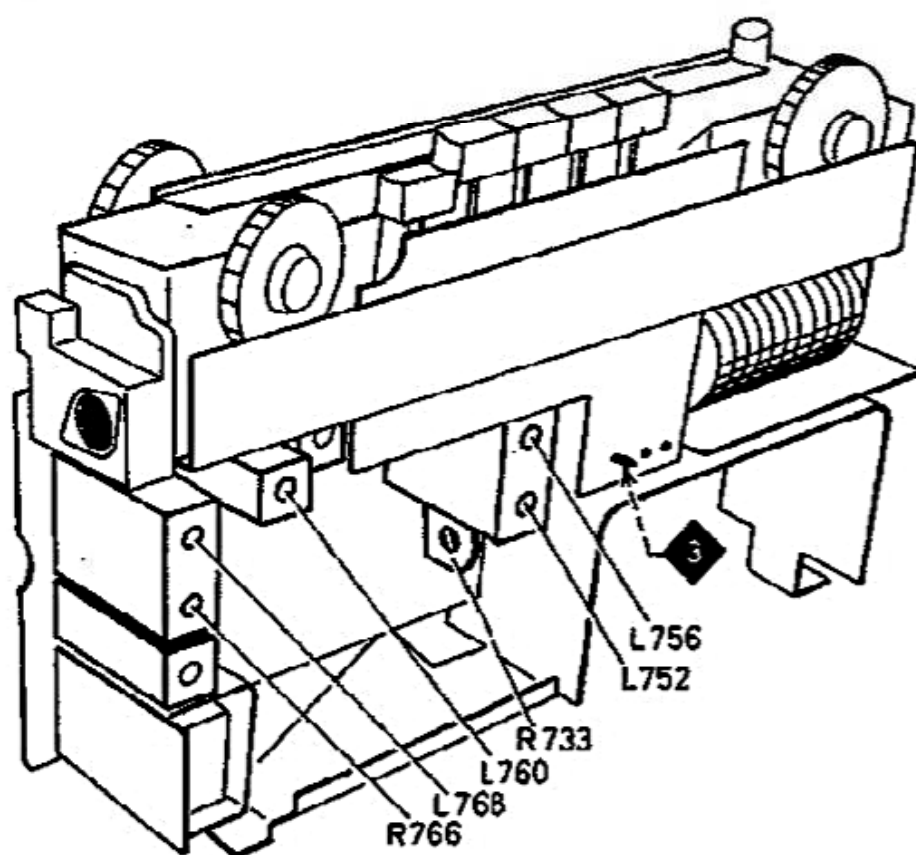

Fig. 7
3. Den Ruhestrom ca. 1 Minute nach dem Einschalten des Gerätes mit dem Einstellregler R 733 auf  $6 \text{ mA} + 1,2 \text{ mA} - 0,6 \text{ mA}$  bei einer Batteriespannung von 9 V einstellen, Fig. 7.
3. Approx. 1 minute after switching on set, set zero signal current via adjuster R 733 to  $6 \text{ mA} + 1,2 \text{ mA} - 0,6 \text{ mA}$  at a battery voltage of 9 V, see fig. 7.
\*\*\* Ein AM-Signal, 400 Hz, 30 % moduliert, soll eine Ratiospannung von 1,4 V erzeugen. Dann mit R 766 ein Spannungsminimum am Outputmeter einstellen, Fig. 7.
\*\*\* An AM signal, 400 cs, 30% modulated must produce a ratio voltage of 1.4 V. Adjust a voltage minimum at the outputmeter by means of R 766, see fig. 7.